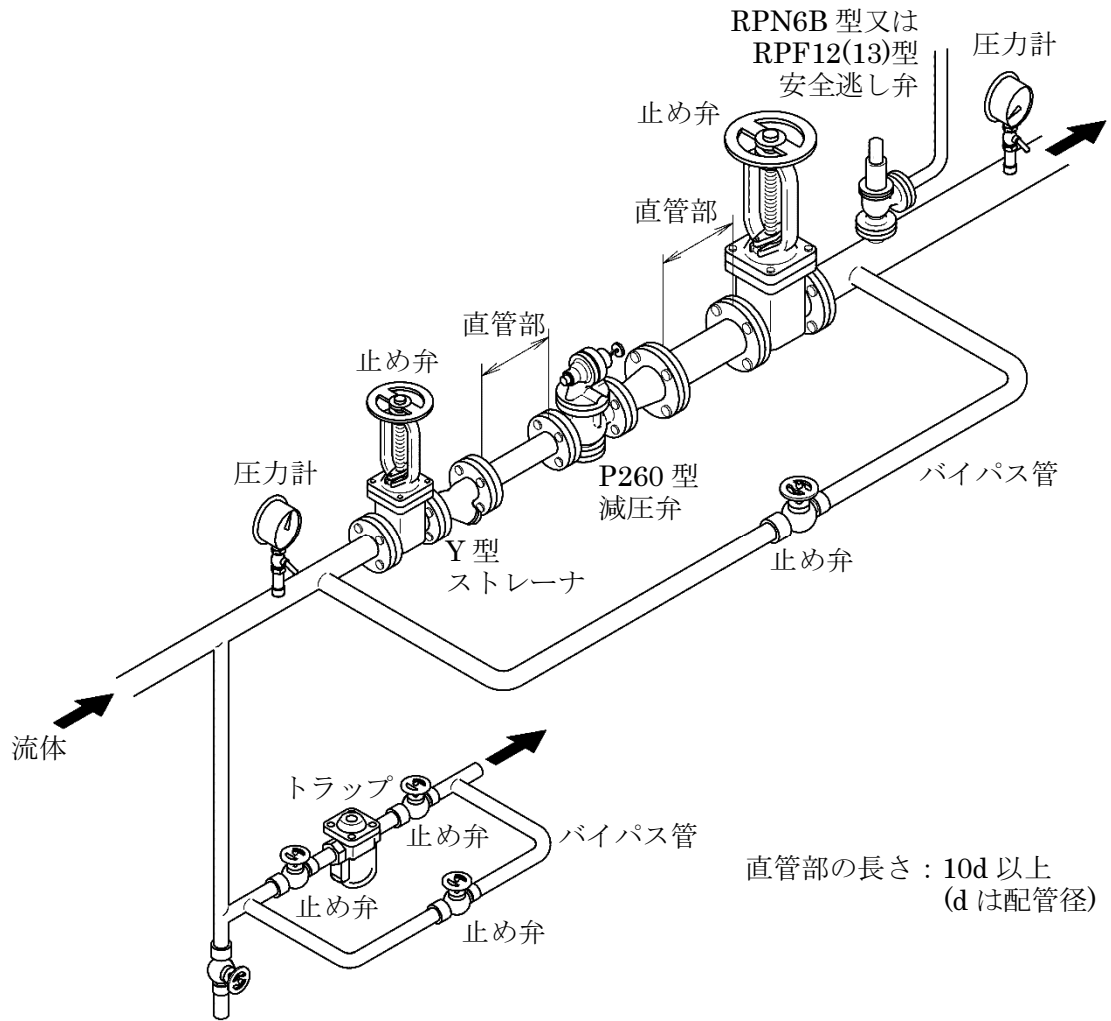

図2 配管例図
<ul style="list-style-type: none">● 減圧弁は、最初の通気時の安全のために、未設定で納入します。 ご指定により設定して納入することもできますが、いずれの場合も最初の通気時は、慎重にゆっくりと実施してください。● 配管に際しては、減圧弁の弁箱の矢印と流体の流れ方向を必ず一致させて水平配管に垂直に取り付けてください。また、図 2 の配管例図に示すように、止め弁、ストレーナ、安全逃し弁、圧力計、バイパス管及びトラップを必ず設けてください。なお、減圧弁の前後にはできるだけ 10d 以上(d : 配管径 mm)の直管部を設け、二次側流速が 15 m/s を超える場合にはレギュレータを取り付け二次側配管の拡大をお勧めします。安定で性能の良い減圧装置とする為、ストレーナ、安全逃し弁、トラップもフシマン製品をお使いください。● 配管の重量や曲りなどが直接減圧弁に加わらないよう配管の支持や固定をしてください。
- 3.1 配管に際しては、減圧弁の弁箱(22)の矢印と流体の流れ方向を必ず一致させて水平配管に垂直に取り付けてください。また、図2の配管例図に示すように、止め弁、ストレーナ、安全逃し弁、圧力計、バイパス管及びトラップを必ず設けてください。なお、減圧弁の前後にはできるだけ10d以上(d:配管径mm)の直管部を設け、二次側流速が15 m/sを超える場合にはレジューサを取り付け二次側配管の拡大をお勧めします。安定で性能の良い減圧装置とする為、ストレーナ、安全逃し弁、スチームトラップもフシマン製品をお使いください。